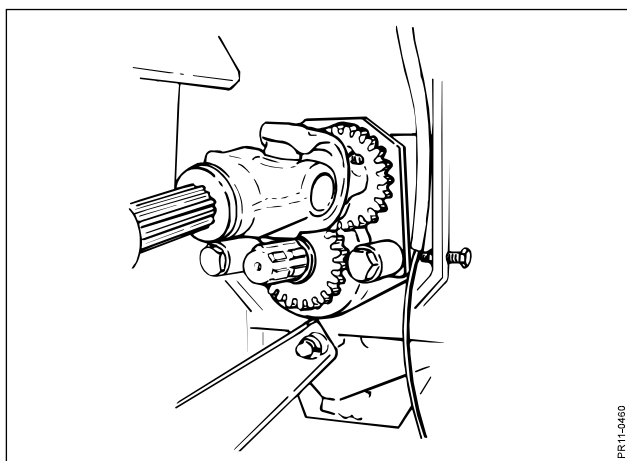

Fig. 4-22
- Fig. 4-22** 4. Monte el eje de transmisión de la TDF del rotor en el pasador libre de la carcasa del rotor. El